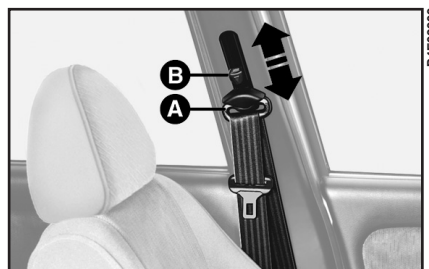

Рис. 10
- чтобы поднять ремень: переместите вверх петлю А (рис. 10);